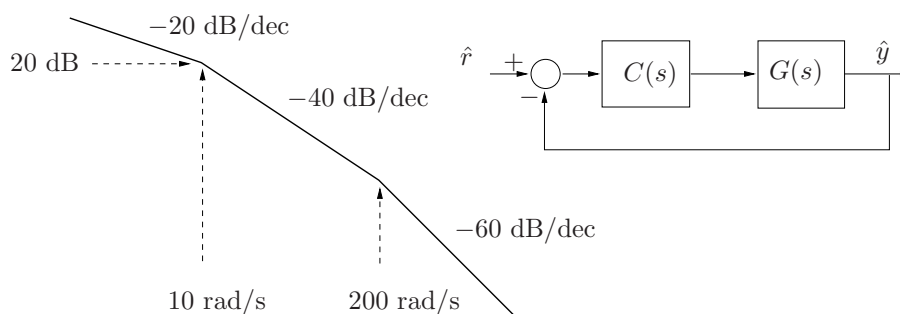

Figura 5: Diagrama de Bode em malha aberta e estrutura em malha fechada.
**Exercício 14** Um sistema de controle a tempo contínuo em malha fechada, com realimentação unitária, apresenta uma planta  $G(s)$  de fase mínima cujo diagrama de Bode assintótico de módulo é dado na Figura 5. O controlador  $C(s)$  no diagrama de blocos da Figura 5 deve ser projetado de modo a garantir: